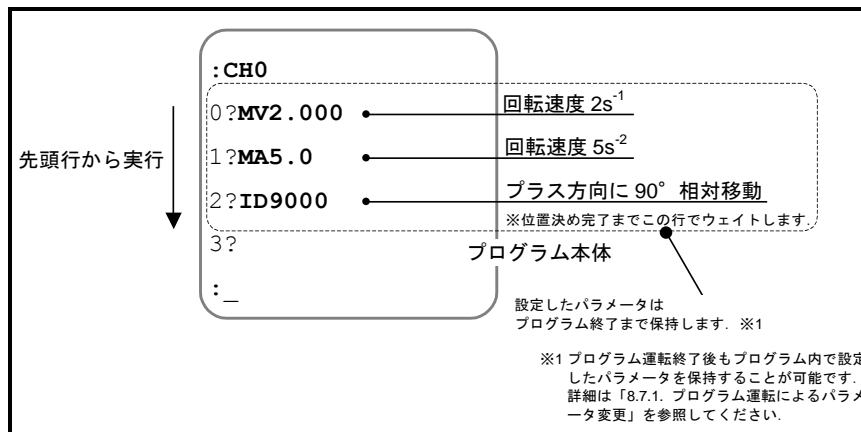

図 6-5：プログラムの内容
- プログラムの内容は非常に簡潔です。基本的には、パラメータ設定と位置決めコマンドから構成され、先頭から実行されます。「図 6-5：プログラムの内容」にプログラム例を示します。